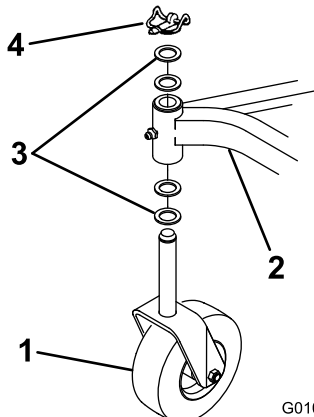

図 5
2. 各キャスタホイール・アセンブリに付いている出荷用のリンチピンとスラストワッシャ(2枚)を取り外す。各シャフトにスラストワッシャ 2枚を残し、シャフトをフレームの取り付けチューブに挿入し、スラストワッシャとリンチピンを取り付ける(図 5)。